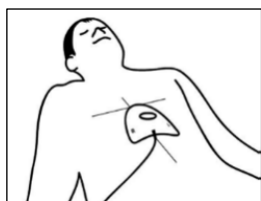

図 1：レシーバユニットの設置位置
- 6) レシーバユニットの前脚部を剣状突起の上に置き、垂直方向の向きを合わせ、脊柱と平行になるようにします（図 1 参照）。